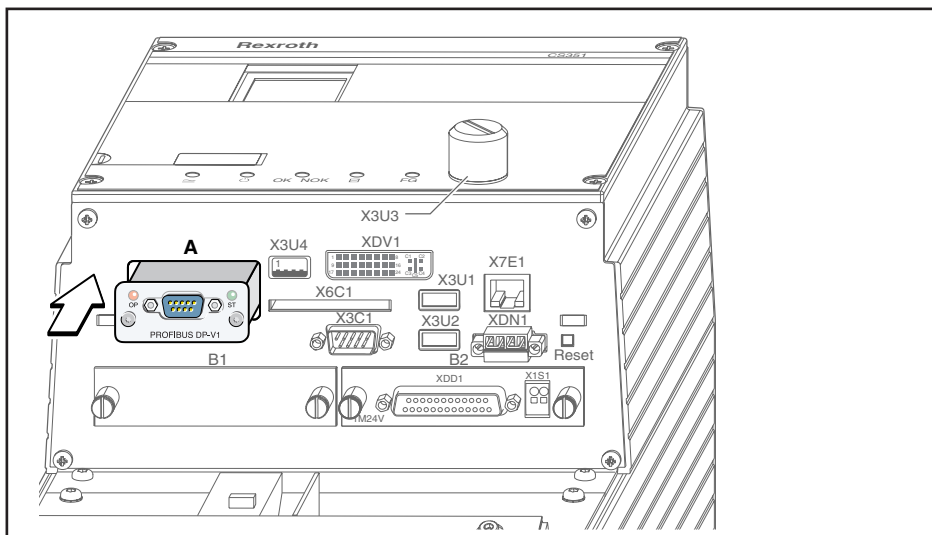

Fig. 2: Esempio: slot A del sistema compatto CS351
2. Inserire il modulo interfaccia IMpdp nello slot predisposto (A) sui componenti del sistema fino alla battuta (esempio in Fig. 2).